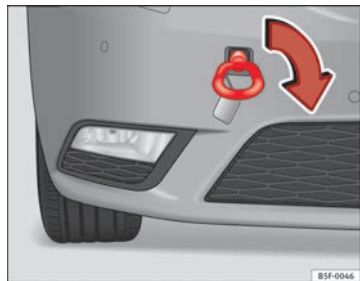

Fig. 174 Parte derecha del parachoques delantero: Argolla de remolque enroscada
- Atornille la argolla de remolque hasta el tope en la rosca ⇒ fig. 174 y apriétela con la llave de rueda.